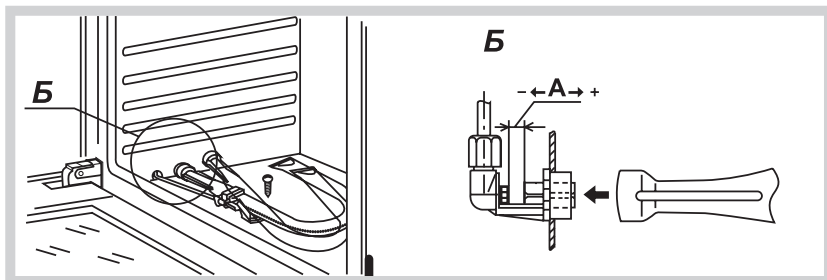

Рис. 13
- выкрутить шуруп и достать горелку из корпуса сопла (рис. 13);